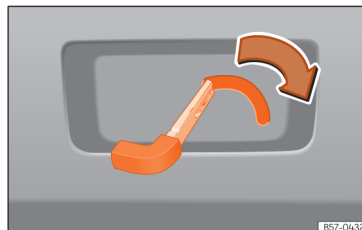

Рис. 64 Багажний відсік: аварійне відмикання.
- Вставте борідку ключа до прорізу й пошунуйте в напрямку стрілки >>> **рис. 64**. Замок розблокується.